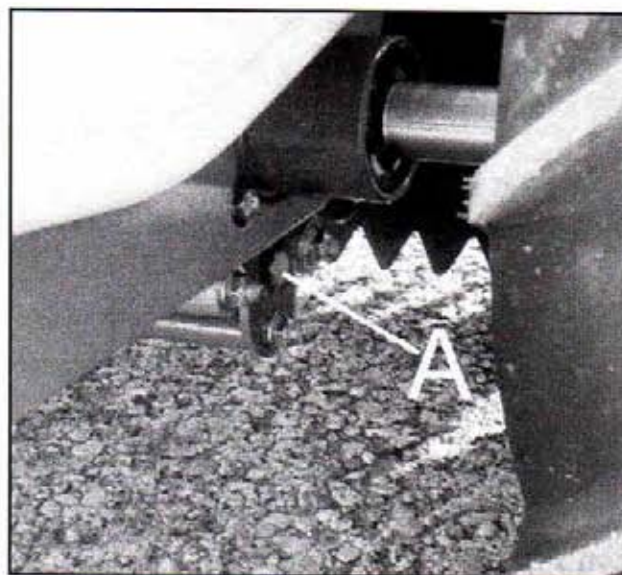

Figure 10
- L'huile doit être échangée au première 20 heures d'utilisation, puis toutes les cent heures. La vidange se fait par le bouchon de vidange (figure 10, repère A).